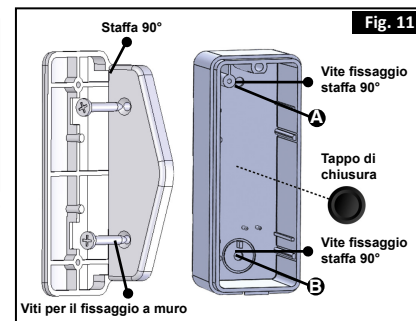

Fig. 11
3. Incidere il foro A e il foro B presenti sul Fondo (Fig. 11). Per installazione diretta a muro fissare il Fondo con le apposite viti tramite i fori A e B. Per installazione con staffa 90° (Fig. 11), fissare prima la staffa alla parete con le apposite viti e poi fissare il fondo alla staffa tramite i fori A e B con le viti di fissaggio staffa.